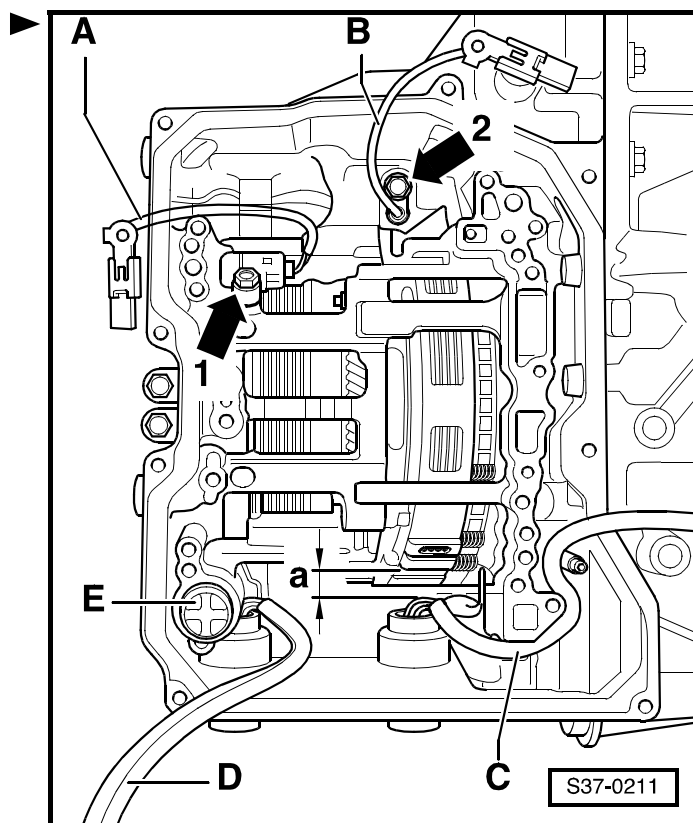

Рис. 7: Датчик частоты вращения на входном валу коробки передач -G182-
- место сборки ⇒ Рис. 7 в **37-1** страница 5